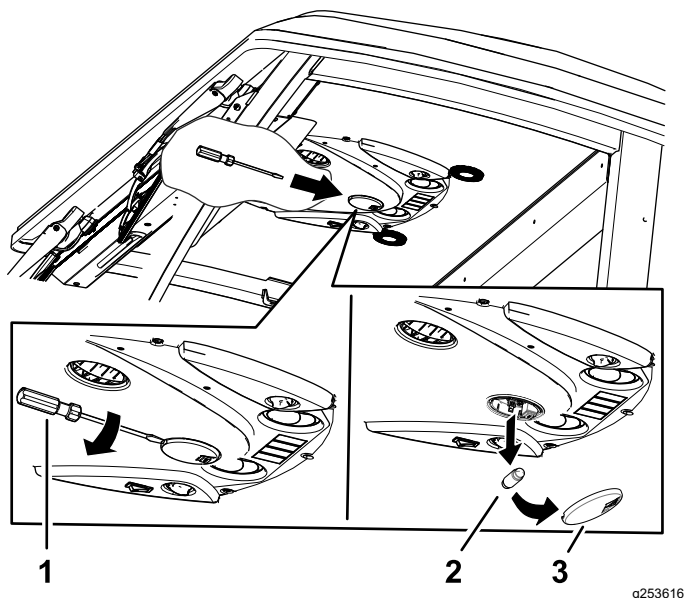

Figura 89
1. Folosiți o urubelniță pentru a îndepărta lentila lămpii de pe panoul de comandă. (Figura 89).
2. Îndepărtați becul de la baza lămpii (Figura 89).